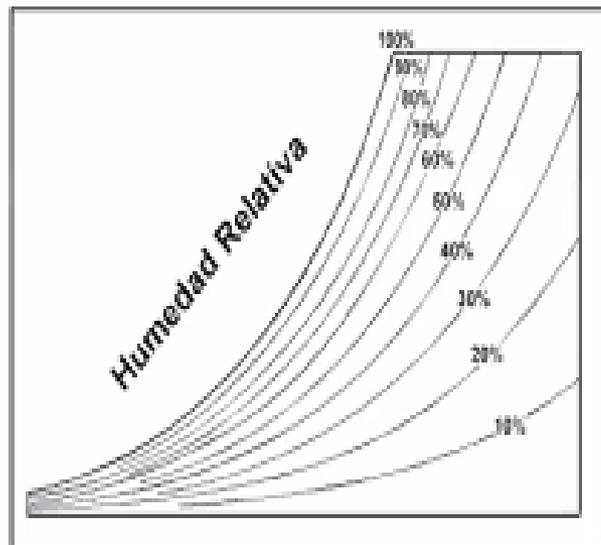

Figura 13.15 - Líneas de humedad relativa %.
- Las líneas de hr constante, disminuyen en valor al alejarse de la línea de saturación hacia abajo y hacia la derecha, como se ilustra en la figura 13.15.